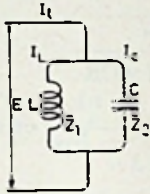

Fig. 24
6. Wisselstroomketen met zelfinductie en capaciteit parallel (fig. 24)